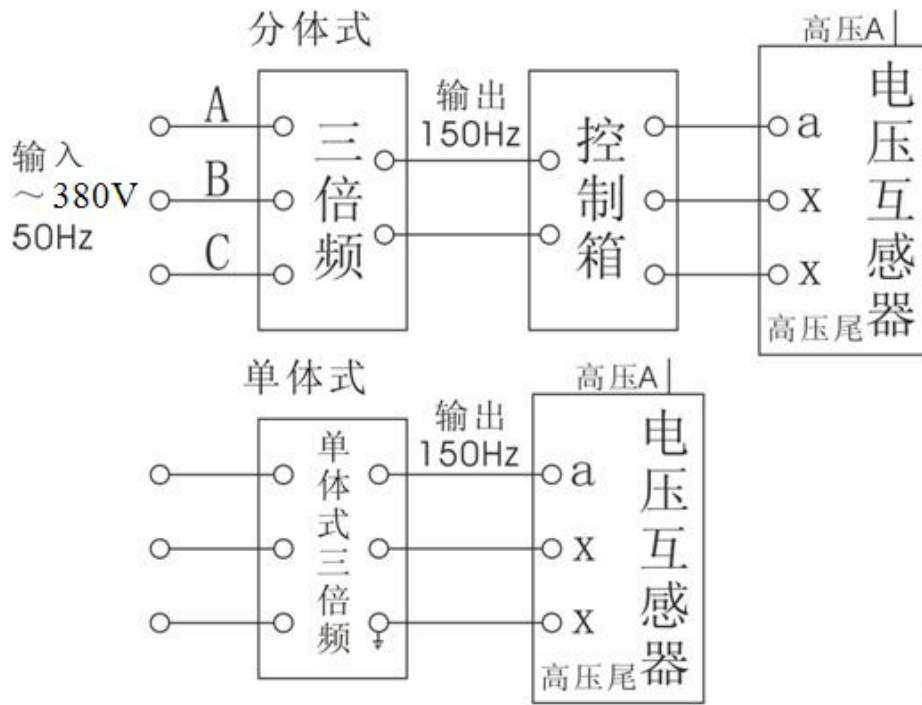

图 1
7.此套试验设备带有多抽头的电抗器，当感应耐压试验装置带 JCCl 类型高压串级式电压互感器负载时，其电流由感性为容性，功率因素很低，因此，可在被试验的高压互感器某一绕组上接入可调的电抗器进行电流补偿来提高整个试验回路的功率因素，如图 1 虚线框所示。